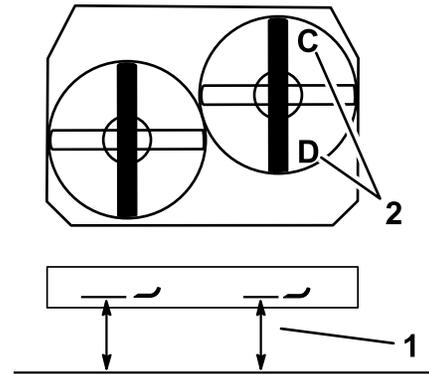

Bild 80
(Bild 80). Sollte die Einstellung nicht richtig sein, machen Sie mit den folgenden Schritten weiter.
- Stellen Sie das rechte Schnittmesser in Längsrichtung (Bild 80).
- Messen Sie das rechte Messer an der Stelle **C** von einer ebenen Oberfläche bis zur Schnittkante der Messerspitze und notieren Sie den Wert (Bild 80).
- Messen Sie das rechte Messer an der Stelle **D** von einer ebenen Oberfläche bis zur Schnittkante der Messerspitze und notieren Sie den Wert (Bild 80).
2. Stellen Sie das rechte Schnittmesser in Längsrichtung (Bild 80).